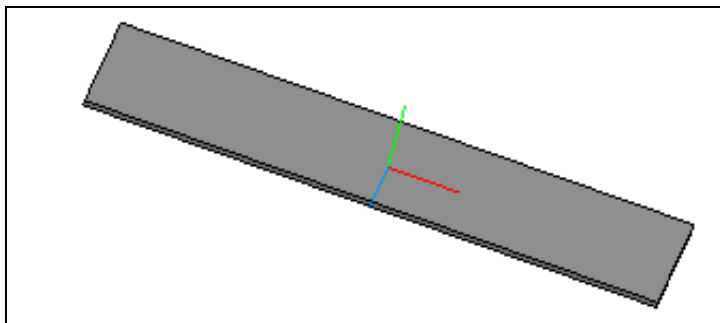

Рис. 22.4. Листовое тело
- ◆ нажмем кнопку **Создать объект**. Система создаст листовое тело (рис. 22.4). В Дереве модели появится элемент **Листовое тело** со своей пиктограммой.